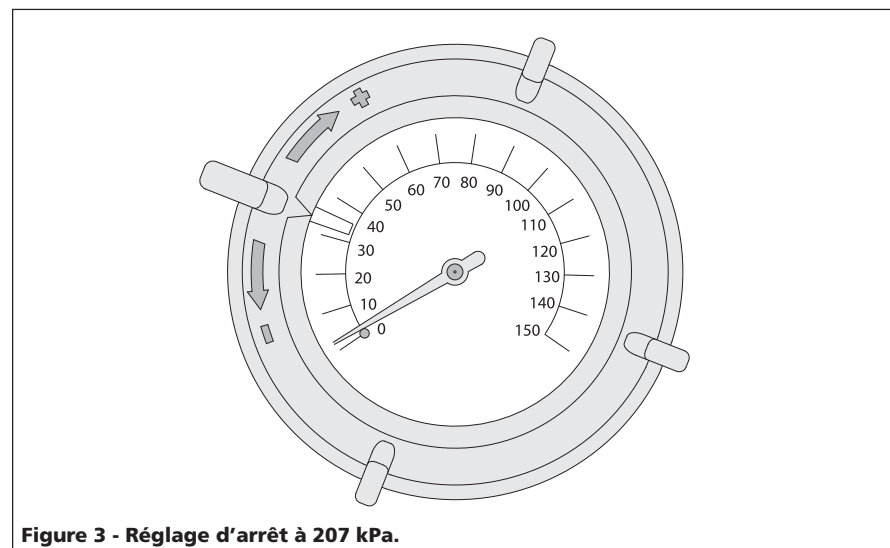

Figure 3 - Réglage d'arrêt à 207 kPa.
4. Réglez la jauge d'arrêt en tournant la bague sur la jauge jusqu'à ce que le bord inférieur de l'indicateur soit juste au-dessus de la pression voulue (voir Figure 3).